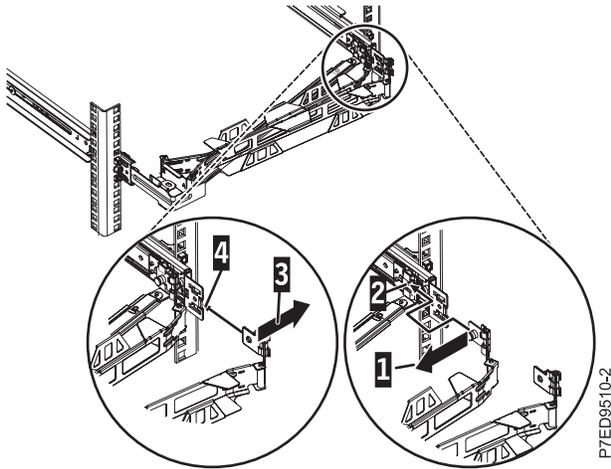

Abbildung 16. Kabelträger anschließen
- Setzen Sie den Kabelträger am Stützarm an. Ziehen Sie den Montagestift (1) des Kabelträgers heraus und schieben Sie die Lasche des Kabelträgers (2) in die Aussparung an der Innenseite der rechten Schiene. Drücken Sie auf die Lasche, bis sie einrastet. Ziehen Sie den anderen Montagestift des Kabelträgers (3) heraus und schieben Sie die Lasche des Kabelträgers in die Aussparung (4) an der Außenseite der rechten Schiene. Drücken Sie auf die Lasche, bis sie einrastet (siehe Abb. 16).